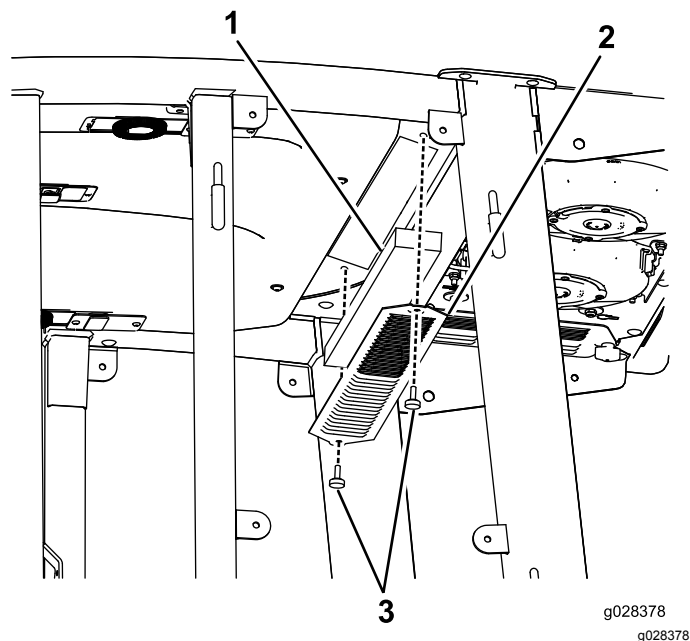
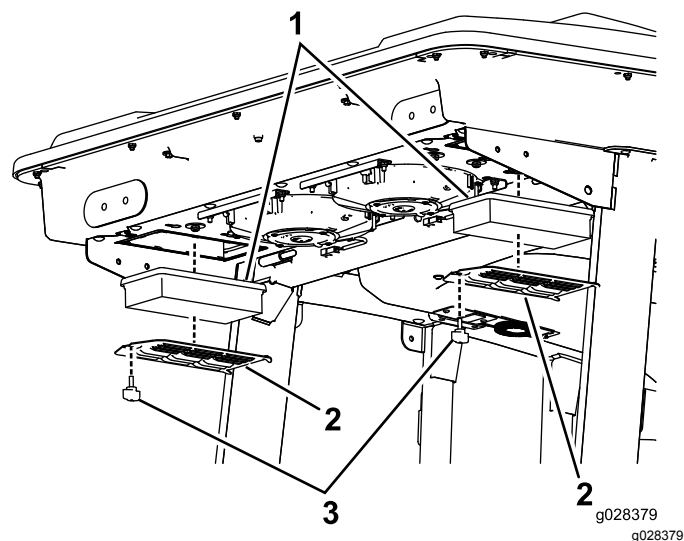
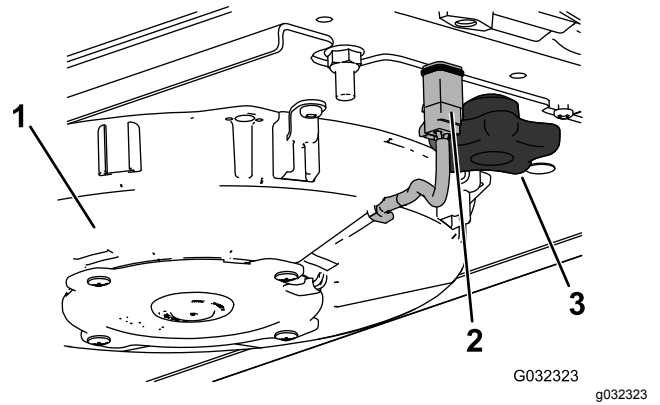
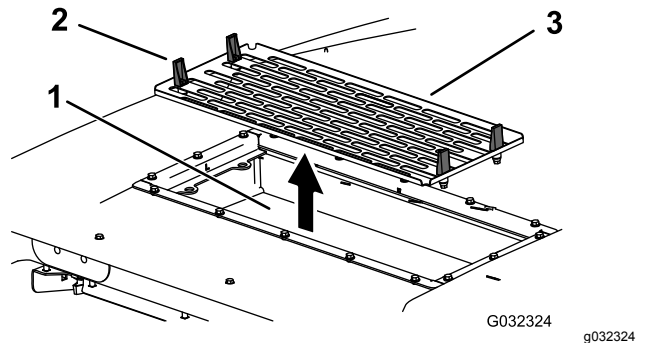

Bild 135
Bild 136
Bild 138
Bild 139
1. Nehmen Sie die Schrauben und Gitter von den internen und hinteren Kabinenluftfiltern ab (Bild 135 und Bild 136).
2. Schließen Sie das Kabel jedes Lüfters ab (Bild 138).
4. Öffnen Sie die vier Riegel an der Klimaanlage und nehmen Sie das Gitter ab (Bild 139).
5. Entfernen Sie die Luftfilter (Bild 136).
7. Bauen Sie Luftfilter, Gitter und Klimaanlage wieder ein (Bild 136, Bild 138 und Bild 139).
8. Schließen Sie das Kabel jedes Lüfters an (Bild 138).